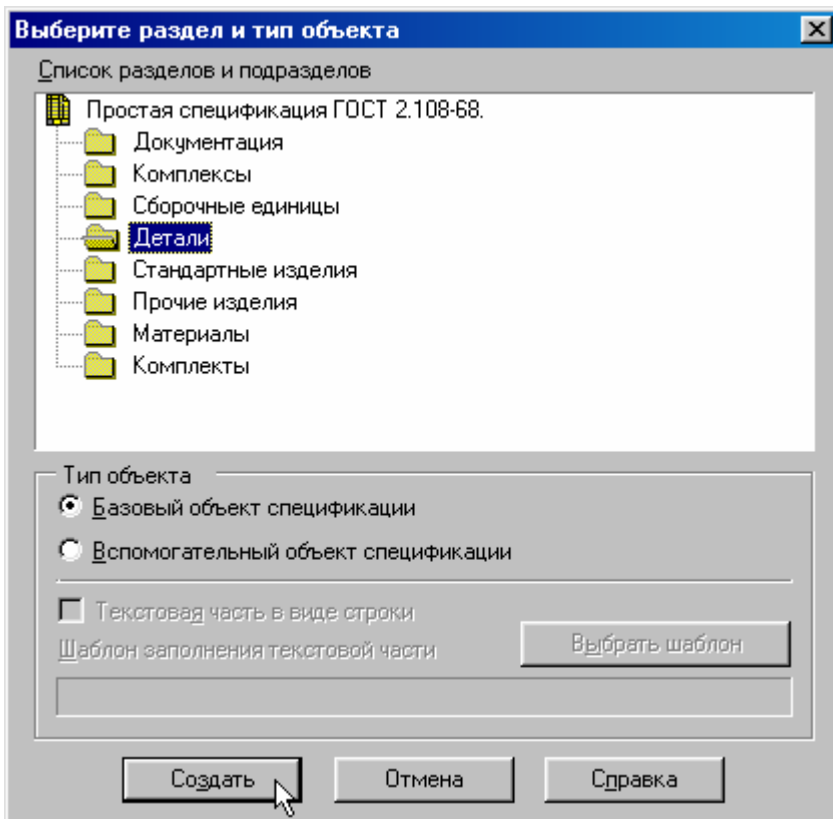

Рис. 22
5. Выполните команду **Сервис – Объекты спецификации – Добавить объект**. В диалоговом окне **Выберите раздел и тип объекта** щелкните на разделе **Детали** и нажмите кнопку **Создать**, рис. 22.